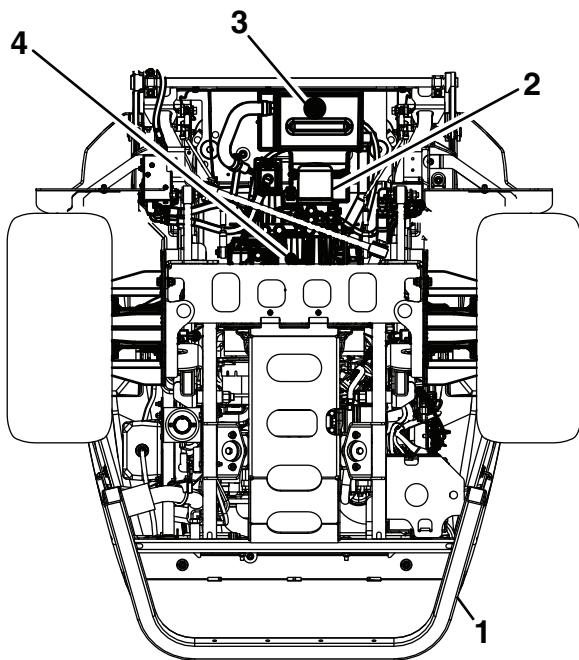

Figura 70
4. Coloque un recipiente de drenaje grande debajo del depósito de fluido hidráulico y la carcasa de la transmisión (Figura 70).